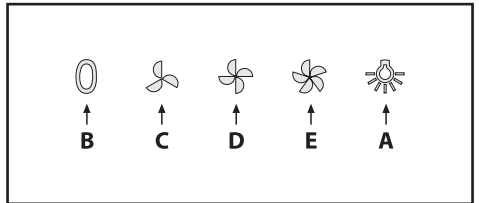

Fig.9
• **Commandes mécaniques (Fig.9)** les symboles sont les suivants: